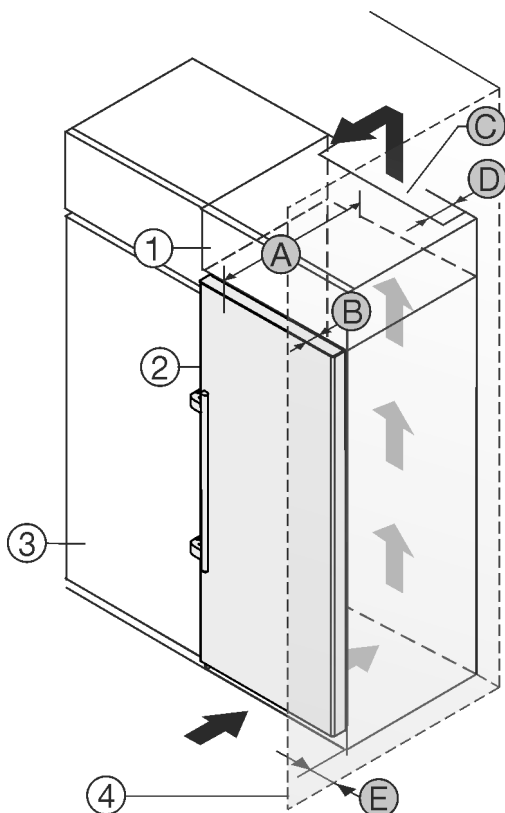

Fig. 2
A készülék közvetlenül a konyhaszekrény Fig. 2 (3) mellé állítható.\*
A rátétszekrény hátoldalán egy megadott mélységű Fig. 2 (D) szellőzőaknát kell kialakítani a rátétszekrény teljes szélességében.\*
A mennyezett alatt be kell tartani a szellőző keresztmetszetet Fig. 2 (C).\*
Ha a készüléket a zsanérjaival a fal Fig. 2 (4) mellé állítja fel, legalább 57 mm távolságot kell tartani a faltól. Ez a fogantyú túlnyúlásának felel meg, amikor kinyitja az ajtót.\*
Ahhoz, hogy az ajtót teljesen ki tudja nyitni, a készüléknek a konyhaszekrény elülső oldalához képest legalább az ajtó mélységének Fig. 2 (B) megfelelően ki kell állnia. A konyhaszekrények Fig. 2 (3) mélységétől és a fali távtartók használatától függően a készülék nagyobb mértékben is túllóghat előre felé.\*